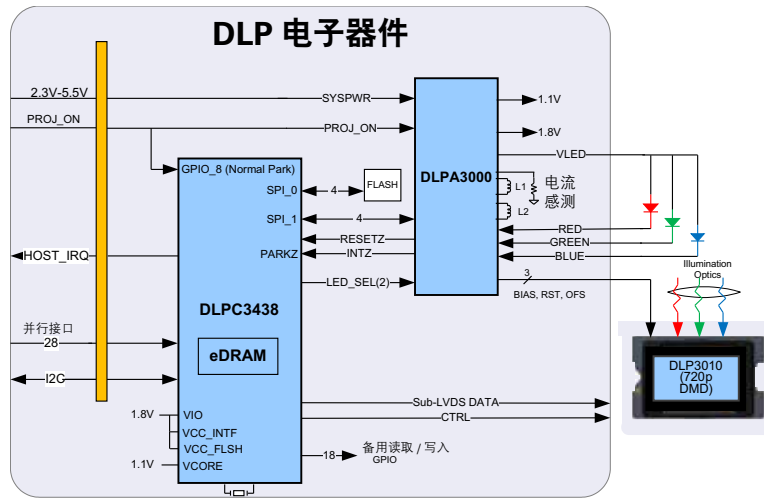

图 5-3. 使用 DLP3010, DLPC3438 和 DLPA3000 的 DLP 电子系统方框图
- 图5-3中显示的是针对无屏显示应用的典型DLP电子系统方框图。主要组件为DLP控制器、DLP芯片组电源管理IC、和LED驱动电路。